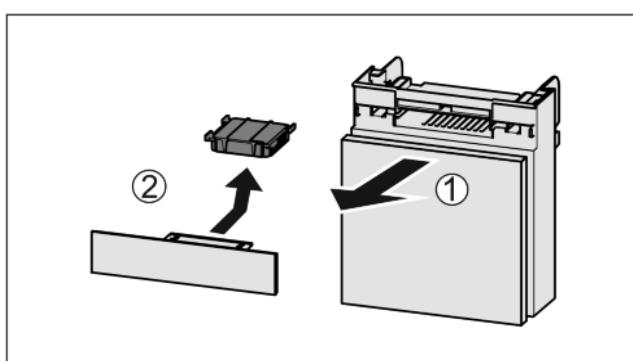

Fig. 33
- Издърпайте Fig. 33 (1) напред отделението.
- Извадете Fig. 33 (2) филтъра с активен въглен.